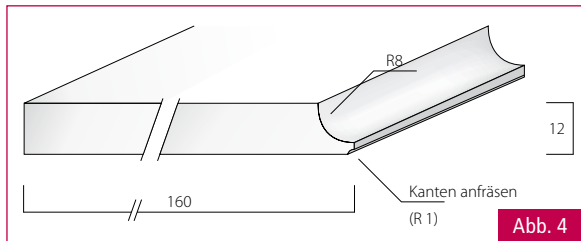

Abb. 4
2. Holzkehle mit Radius ( $r = 8\text{mm} - 10\text{mm}$ ) an einem ca. 160mm breiten HI-MACS®-Streifen (**Abb. 4**) anfräsen.